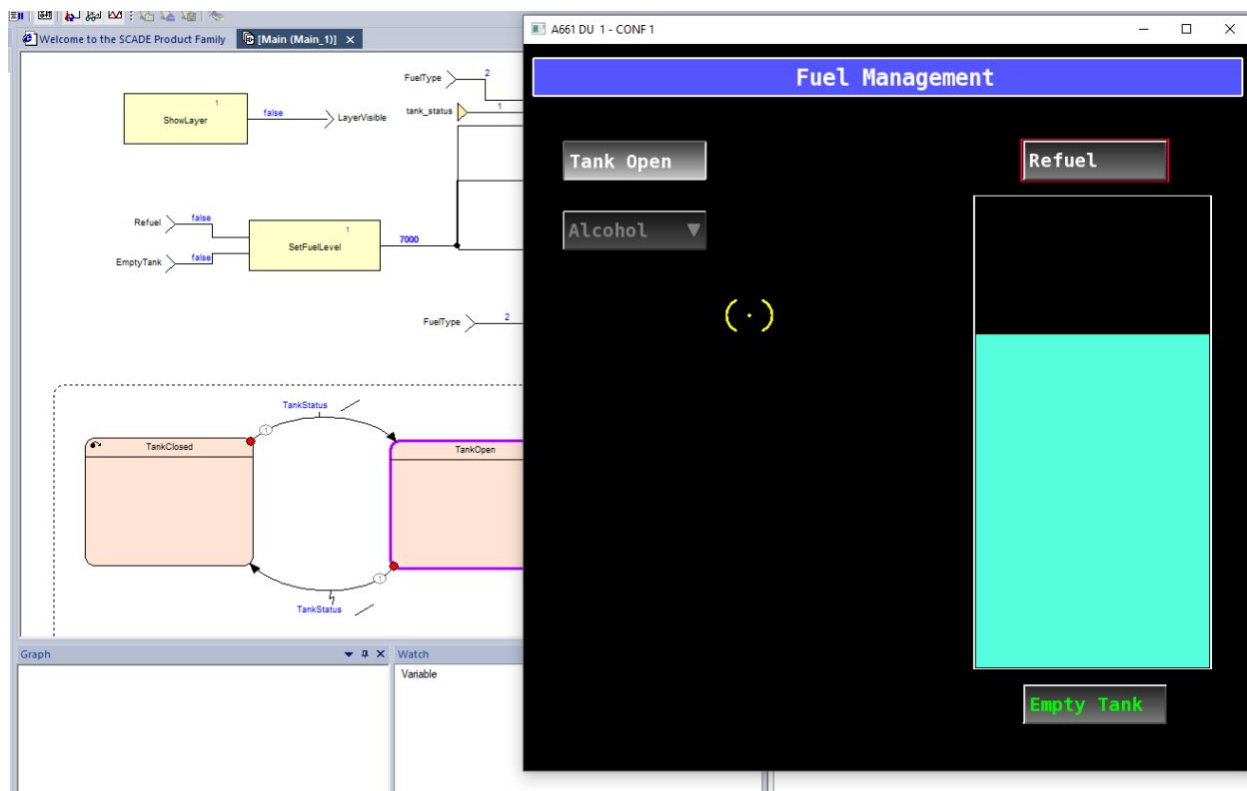

Figura 1: Execução da simulação do sistema de gerenciamento de combustível.
4. Simulação do projeto de sistema de gerenciamento de combustível desenvolvido e verificação de seu funcionamento, conforme mostrado na figura 1; e